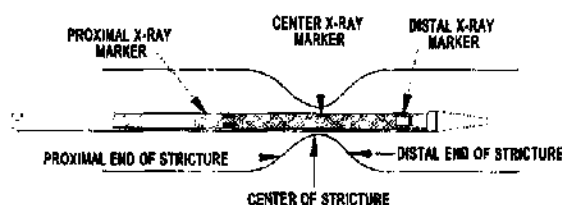

Рис. 13
- d) Продолжайте вытягивать Y-образный соединитель до тех пор, пока стент не будет полностью установлен (см. Рис. 13, 15)